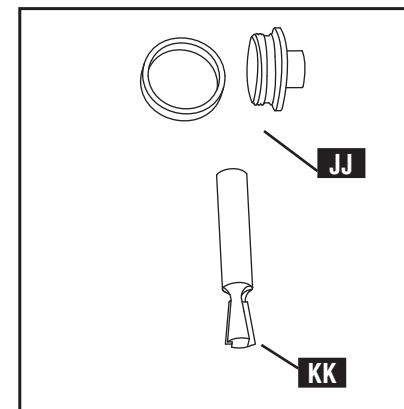

Fig. C17
Le choix de votre guide de gabarit (JJ), Fig. C17, et de la mèche de votre toupie (KK) est déterminé selon plusieurs facteurs, comme la sorte de joint que vous faites, les caractéristiques du joint en question ou selon l'épaisseur de votre pièce de travail. Afin de déterminer quelle mèche et quel guide utiliser, veuillez consulter le Guide d'Installation des queues d'aronde, les étiquettes du gabarit ou encore le manuel.